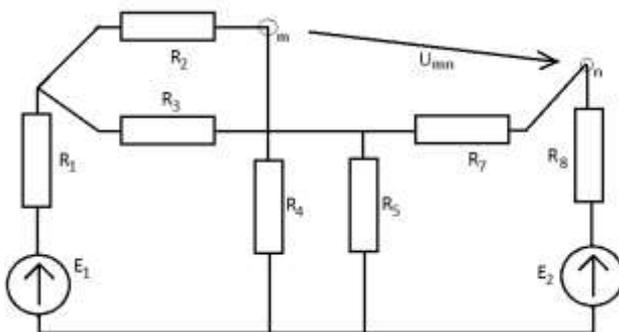

Рис. 139
1.5.1. Ветвь, выбранная для расчета, удаляется из схемы (см. рис.139)